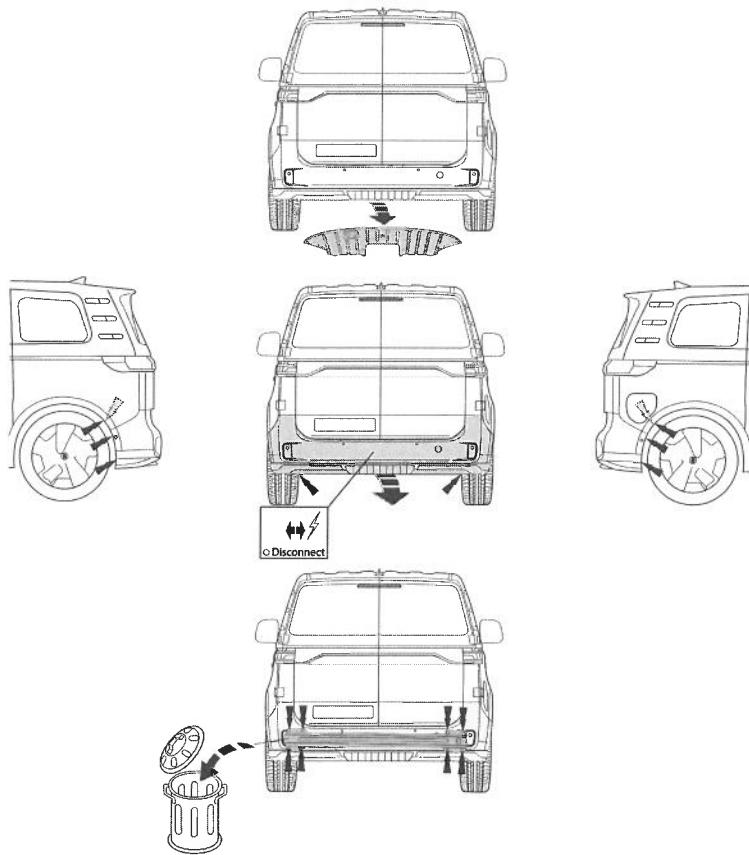

Fig. 1
7. Герметизировать обозначенные части (см. рис. 1)
1. Снять пластмассовые защитные колпаки. Снять бампер вместе со буферным бруском автомобиля. Буферный брус больше не понадобится. См. рисунок 1.